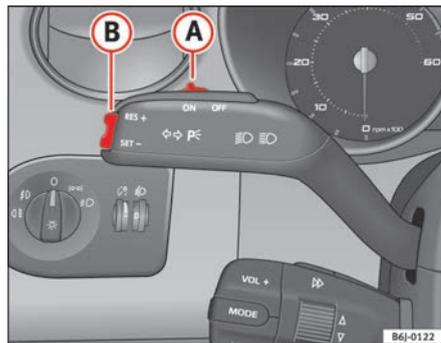

Fig. 103 Leva degli indicatori di direzione e degli abbaglianti: l'interruttore e il tasto di comando del regolatore di velocità
- Quando il veicolo raggiunge la velocità che si intende poi mantenere, premere una sola volta sulla parte inferiore del tasto **SET** ⇒ fig. 103 **B**.